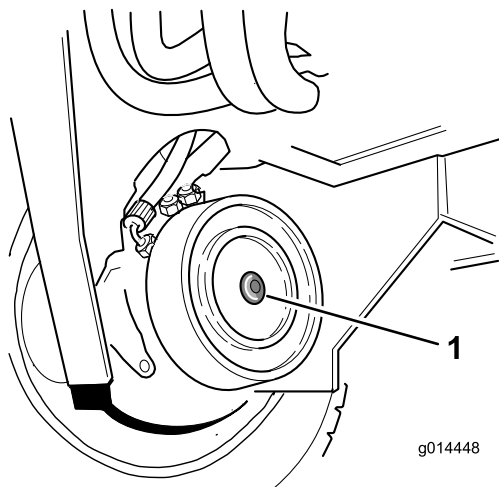

Figura 41
2. Identifique el disco de freno del motor de la rueda delantera derecha y retire el tapón hexagonal (Figura 41).